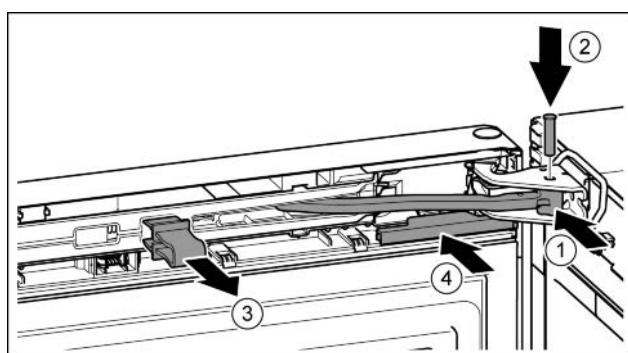

Fig. 24
- Повернуть шарнир в опорном кронштейне. Fig. 24 (1)
- Вставить палец в опорный кронштейн и шарнир. При этом следить за тем, чтобы выступ фиксатора занимал правильное положение в пазу. Fig. 24 (2)
- Снять предохранитель. Fig. 24 (3)
- Надвинуть крышку. Fig. 24 (4)